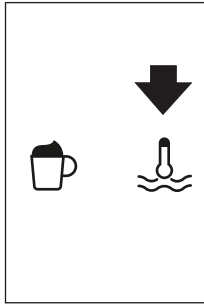

Fig. 27
- ▶ Premere l'icona Ⓞ (B13) (Fig. 27).